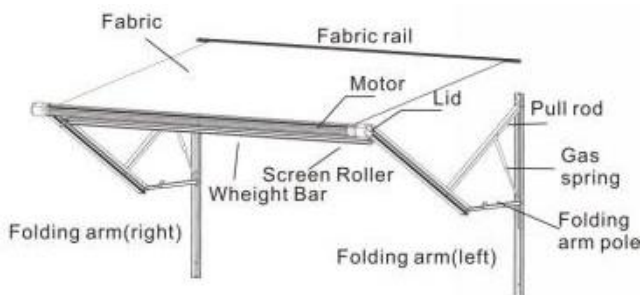
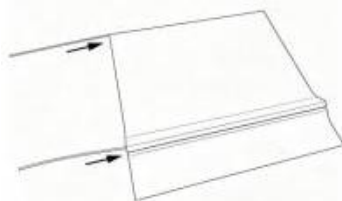

Figure C1
Figure C9
3.4.2 Inserte dos cordones de tela en las ranuras de la tela del toldo, respectivamente. (Figura C9) Inserte el cordón de tela 1 que se muestra en la ranura del tubo enrollador del toldo 1. (Figura C 10) , Utilice una espátula de plástico para presionar la tela en la ranura del tubo del rodillo 2 e inserte el cordón de tela para su fijación (Figura C1 1). Tense la tela del toldo y apriete los tornillos para fijar la tela. (Figura C1 2) y enrolle la tela del toldo en la dirección que se muestra en la
figura . (Figura C1 3)
3.5.1 Saque el tubo del rodillo de la cortina lateral y los tubos de conexión internos correspondientes, conéctelos como se muestra en la figura y fíjelos con Tornillos autorroscantes A para formar un todo. (Figura C1 4) Extraiga la barra de contrapeso de la cortina lateral y los tubos de conexión internos correspondientes, conéctelos como se muestra en la figura y fíjelos con
3.5.2 Pase el cordón de tela por la ranura de la cortina lateral, insértelo en la barra de peso, pase el otro extremo de la tela de la cortina por el tubo del rodillo de la cortina lateral (Figura C1 6), tense la tela del toldo y apriete los tornillos F para fijar la tela (Figura C1 7) y enrolle la tela en la dirección que se muestra en la figura. (Figura C18)